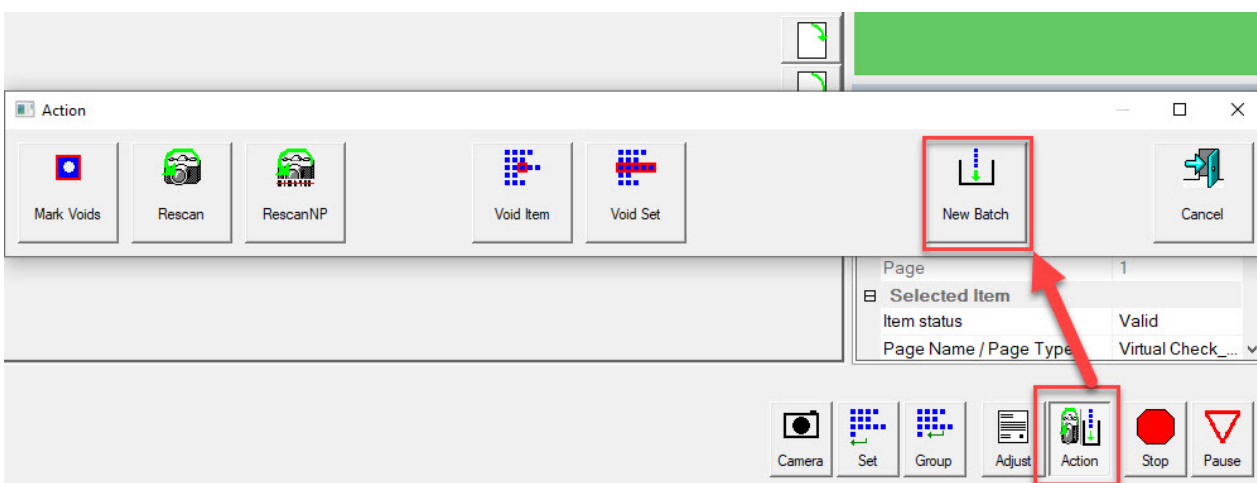

図 4-12 : Action (実行) - New Batch (新規バッチ)
- ジョブ実行中に、**Action** (実行) ボタンをクリックして **New Batch** (新規バッチ) を選択して、次にスキャンするアイテムで新規バッチを開始します (図 4-12)。